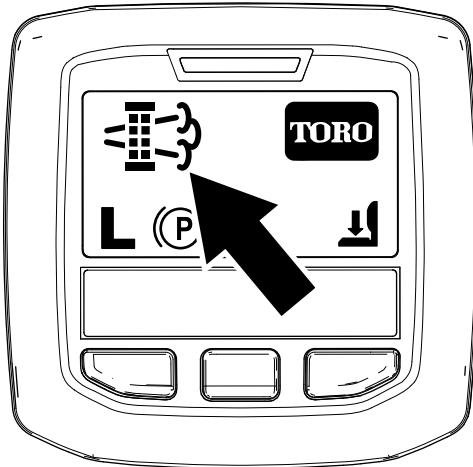

Figura 69
- Cuando la computadora del motor solicita una regeneración estacionaria o de recuperación, aparece el ícono de solicitud de regeneración (Figura 69) en el InfoCenter.